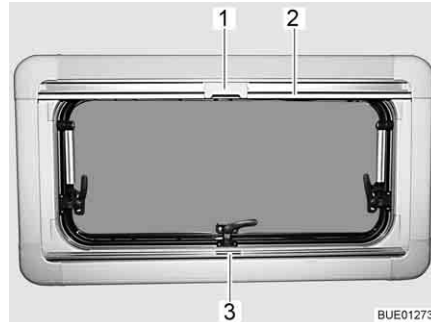

Fig. 84 Finestra apribile
Chiusura: ■ Afferrare la tendina oscurante pieghevole per la parte centrale della barra di presa (Fig. 84,3), tirarla dal basso verso l'alto e rilasciarla nella posizione desiderata. La tendina oscurante pieghevole rimane in questa posizione.
Chiusura: ■ Tirare la zanzariera a rullo accompagnandola con la barra di presa (Fig. 84,2) verso il basso, fino a quando la barra di presa non arriva a contatto con la tendina oscurante pieghevole (Fig. 84,3).
■ Bloccare l'aggancio (Fig. 84,1) della zanzariera a rullo nella barra di presa della tendina oscurante pieghevole.
Apertura: ■ Premere in alto all'indietro l'aggancio (Fig. 84,1) sulla zanzariera a rullo.
■ Ricodurre lentamente la zanzariera a rullo accompagnandola con la barra di presa (Fig. 84,2).